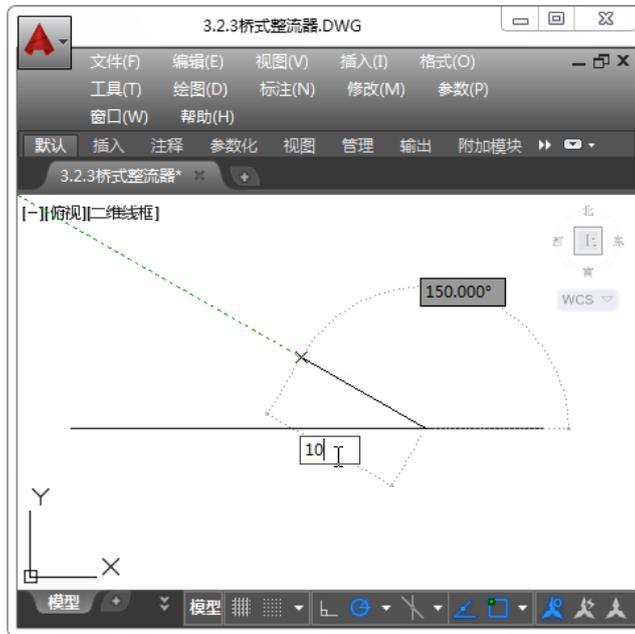

图 3-33 绘制斜线
Step04: 然后根据极轴追踪绘制角度为  $150^\circ$  的直线, 线段长度为 10, 如图 3-33 所示。